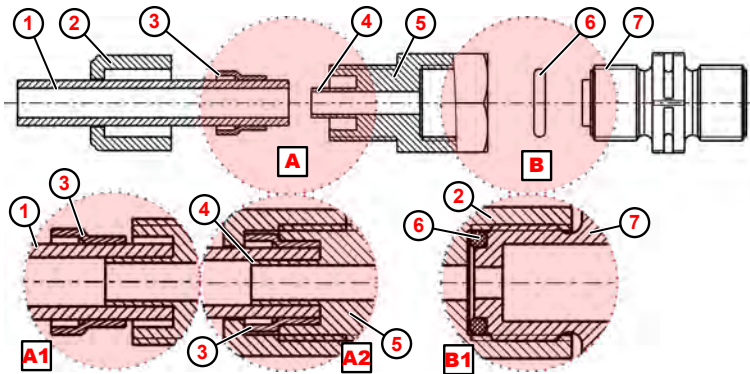

Fig. 7 : Raccord de conduit et flexible avec douille d'appui intégrée
1. ➤ Placer le joint torique (Fig. 7 , ⑥) dans la rainure de la soupape d'aspiration ou de refoulement ⑦ .
2. ➤ Serrer le raccord à visser ⑤ (détail B1).
3. ➤ Couper droit le flexible ① .
4. ➤ Enfiler l'écrou-raccord ② sur le flexible ① .
5. ➤ Enfiler l'anneau de serrage ③ sur le flexible ① .
6. ➤ Pousser le flexible ① jusqu'en butée sur la douille d'appui ④ (détail : A1).
7. ➤ Serrer le raccord à visser ⑤ (détail A2).